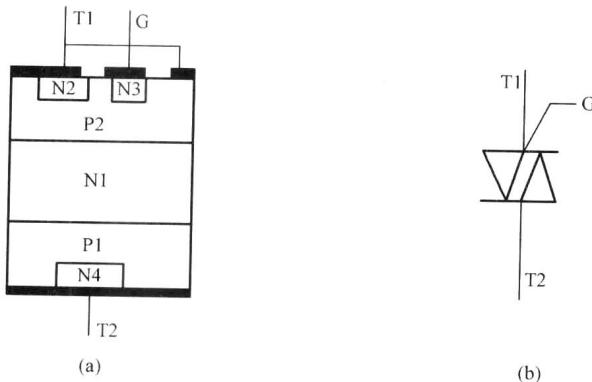

图 1-10 双向晶闸管内部结构、符号
(1) 结构。双向晶闸管是由 N—P—N—P—N 五层半导体构成的三端结构元件，引出的三个电极分别称为主电极 A1、A2 和门极 G。双向晶闸管内部结构、符号如图 1-10 所示。